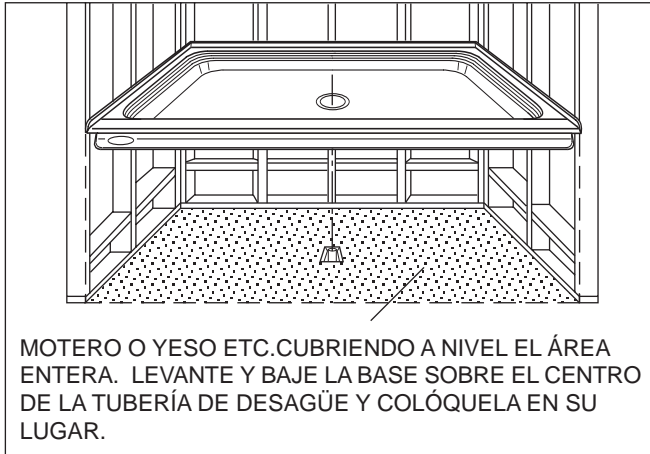

Figura 1
PASO 1. Si el subsuelo está nivelado, no se requiere ninguna preparación. Ud puede continuar con la instalación de la tina. Nivele la base de la ducha esparciendo compuesto para nivelar, cemento, yeso o espuma estructural de mínima expansión con densidad mínimo de 5 libras/pie cúbico **UNIFORMEMENTE** sobre la superficie **ENTERA** dónde se instalará la base. (Vea Figura 1.) **NOTE:** El compuesto que se usa **TIENE** que hacer contacto con la superficie total en la base. La base **NO** debe estar sostenida por la pestaña de base.
Si el subsuelo está nivelado, no se requiere ninguna preparación. Ud puede continuar con la instalación de la tina. Nivele la base de la ducha esparciendo compuesto para nivelar, cemento, yeso o espuma estructural de mínima expansión con densidad mínimo de 5 libras/pie cúbico **UNIFORMEMENTE** sobre la superficie **ENTERA** dónde se instalará la base. (Vea Figura 1.) **NOTA:** El compuesto que se usa **TIENE** que hacer contacto con la superficie total en la base de las patas. La base **NO** debe estar sostenida por la pestaña de base. Los dos lados de una unión o empalme del contrapiso deben estar nivelados entre sí. Nivele y soporte el área cortada por la tubería de desagüe si excede las dimensiones de 5"x5".